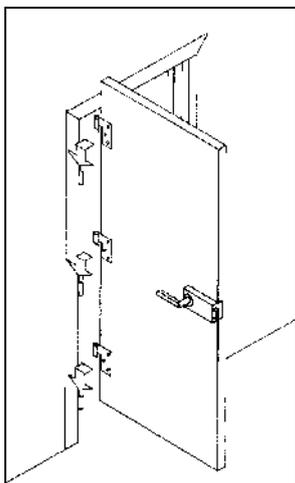

FIGURA 1
- Para as portas com 2,10 m de altura, a instalação do batente deve ser executada com o nível de 2,12 m do piso acabado ao rebaixo do batente. A mesma proporção se dá para as portas com a altura em medida especial(figura 1).
- ⇒ Ao fixar o batente, não torça as colunas para evitar um mal fechamento da porta. Batentes torcidos podem impossibilitar a fixação das portas. (figura 1)
OBS.: Caso seja a porta da casa de máquinas, as ferragens poderão estar fixadas na porta e no batente. Simplesmente encaixe a porta no batente como demonstra a Figura 1